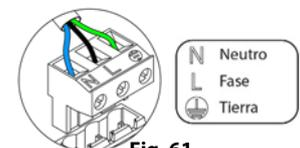

Fig. 61
La conexión de alimentación eléctrica del módulo se realiza mediante una borna de 3 pines ^①. Fije los cables con los tornillos de la borna respetando la polaridad de la misma (Fig. 61).